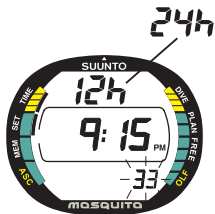

Fig. 4.3 Le Mode Réglage de l'heure est activé et les secondes clignotent. Page I.
2. Attendez 2 secondes et le Mode Réglage de l'heure s'active automatiquement. L'indicateur de mode apparaît et les secondes clignotent (Fig. 4.3).